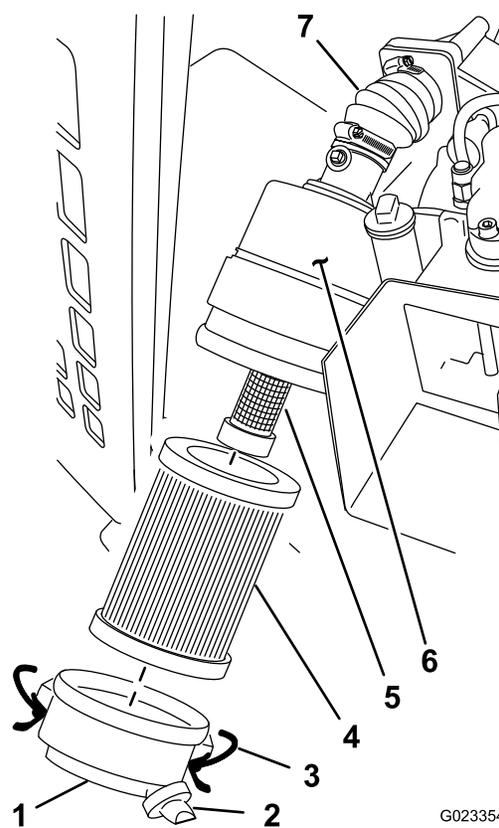

Figura 60
3. Abra los cierres de la tapa del filtro de aire y retírela de la carcasa del filtro de aire (Figura 60).
- A. Instale la tapa del filtro de aire con el tapón antipolvo orientado hacia abajo y hacia atrás, y enganche los cierres de la tapa del filtro (Figura 60).
1. Abra los cierres de la tapa del filtro de aire y retírela de la carcasa del filtro de aire (Figura 60).
2. Retire con cuidado el filtro de aire primario de la carcasa del filtro de aire (Figura 60).
3. Retire con cuidado el filtro de aire secundario de la carcasa del filtro de aire (Figura 60).
5. Instale el filtro de aire secundario en la carcasa del filtro de aire (Figura 60).
6. Instale el filtro de aire primario en la carcasa del filtro de aire (Figura 60).
7. Instale la tapa del filtro de aire con el tapón antipolvo orientado hacia abajo y hacia atrás, y enganche los cierres de la tapa del filtro (Figura 60).